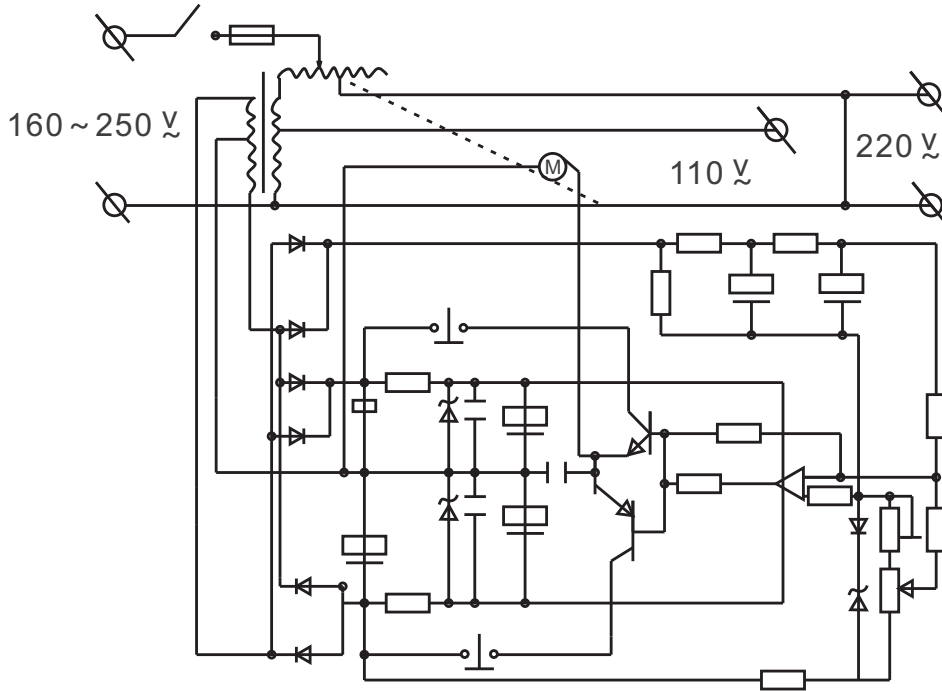

图2
6.1 0.5kVA~3kVA接触式交流稳压器电气原理图见图2